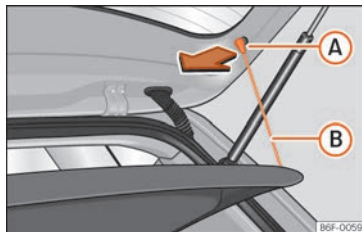

Abb. 145 Im Gepäckraum: Gepäckraumabdeckung aus- und einbauen.
- Hängen Sie die Haltebänder »» (Abb. 145) B aus den Aufnahmen A aus.
- Hängen Sie die Haltebänder »» (Abb. 145) B an der Heckklappe ein.